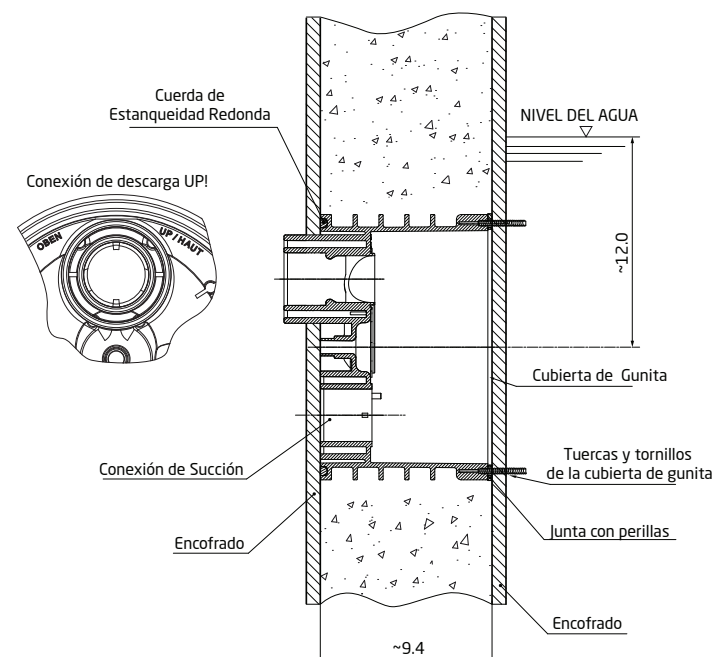

Figura 6
- Coloque la carcasa de chorro entre la barra de acero con el dorso de la carcasa de chorro contra el orificio del encofrado de la pared exterior. La ubicación de la carcasa de chorro es muy importante (Ver Figura 6).
- Monte la tapa de gunita al frente de la carcasa de chorro usando las cuatro (4) tuercas M8 x 80mm (parte #31), cuatro (4) arandelas M8 (parte #32) y cuatro (4) tuercas M8 (parte #33). Tape el borde de la cubierta de gunita alrededor de toda la carcasa de chorro para separar el recubrimiento de gunita de los insertos roscados y la carcasa de chorro.
- Coloque la carcasa de chorro entre la barra de acero. La ubicación de la carcasa de chorro es muy importante (Ver Figura 6).